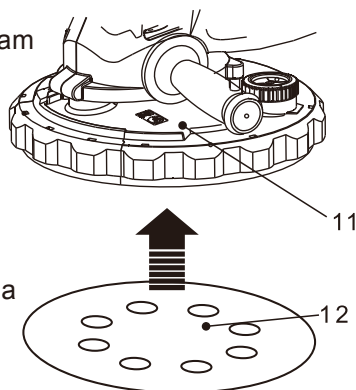

Fig. 2
- > Alinhe os orifícios da folha de lixa (12) com os da placa base (11) antes de fixar a folha de lixa (12) na placa base para assegurar uma extração de pó eficiente e um resultado satisfatório.
- > Pressione ligeiramente a folha de lixa (12) para fixar a mesma à placa base (11) (Fig. 2).